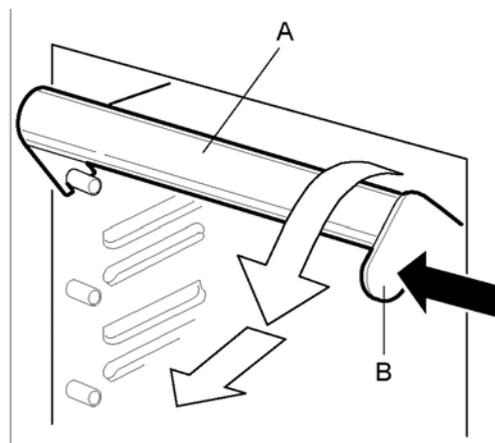

图 3-18. 松开硬盘托架
5. 把托架右端的圆压柄向左压（图 3-18 中驱动器的中心），同时将托架的扳手（图 3-18 中的 A）向下压。将托架固定在机箱上的扣位打开；